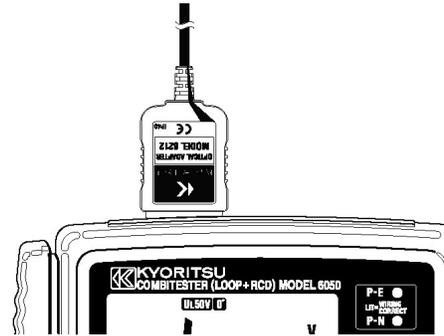

Fig.18
(1) Insérez le connecteur femelle (D-SUB 9Pins) du Modèle 8212 dans le connecteur mâle (D-SUB 9Pins) du PC.
(2) Insérez le Modèle 8212 dans le Modèle 6050 comme illustré sur la fig.18. Les cordons de mesure doivent être éliminés du Modèle 6050.
(3) Branchez le Modèle 6050.(n'importe quelle fonction)
(4) Démarrez le logiciel "KEW REPORT" sur votre PC et sélectionnez la porte de communication. Cliquez ensuite sur la commande "Download " et les données du Modèle 6050 seront téléchargées sur votre PC. Consultez la notice du Modèle 8212 et faites appel à l'aide (HELP) du KEW REPORT pour plus de détails.